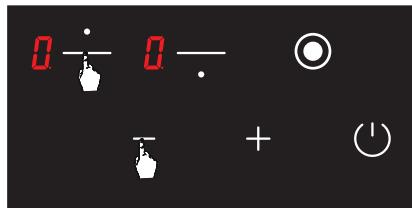

Рис. 14
1. Одночасно натисніть кнопку вибору верхньої конфорки () і кнопку «мінус» () після чого пролунає короткий попереджувальний сигнал (Див. рис. 14). Потім зніміть пальці з панелі керування плитою.